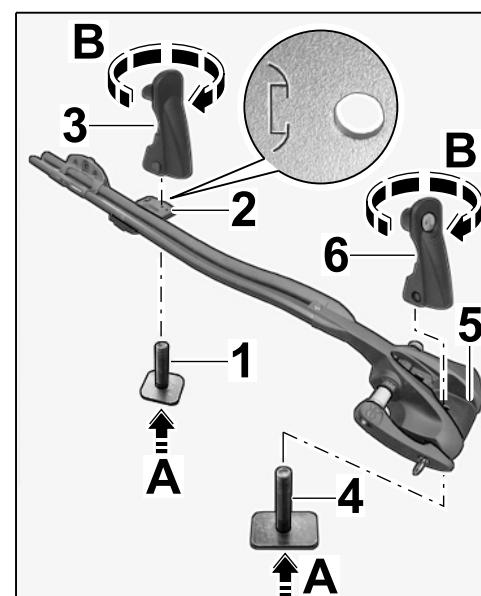

Figura 8
- 1.4.2 Pasar el perno en T M6 x 35 desde abajo a través del orificio con la marca ( $\Rightarrow$  Figura 8 -**detalle**-) de la placa de sujeción (trasera) ( $\Rightarrow$  Figura 8 -A-).
Apretar la palanca tensora aprox. 3 vueltas en el perno en T M6 x 35 ( $\Rightarrow$  Figura 8 -B-).
- 1.4.3 Pasar el perno en T M6 x 40 a través del orificio en el alojamiento para la horquilla de la rueda delantera ( $\Rightarrow$  Figura 8 -5-) ( $\Rightarrow$  Figura 8 -A-).
Apretar la palanca tensora con cerradura ( $\Rightarrow$  Figura 8 -6-) aprox. 3 vueltas en el perno en T M6 x 40 ( $\Rightarrow$  Figura 8 -B-).